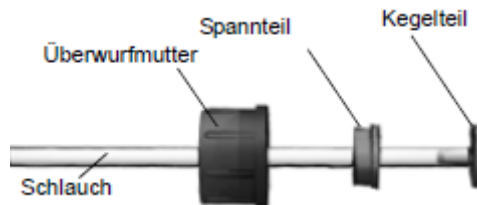

Abb. 8 Hydraulischer Anschluss
2. Kegelteil vollständig in den Schlauch einschieben, siehe *Abb. 8*.